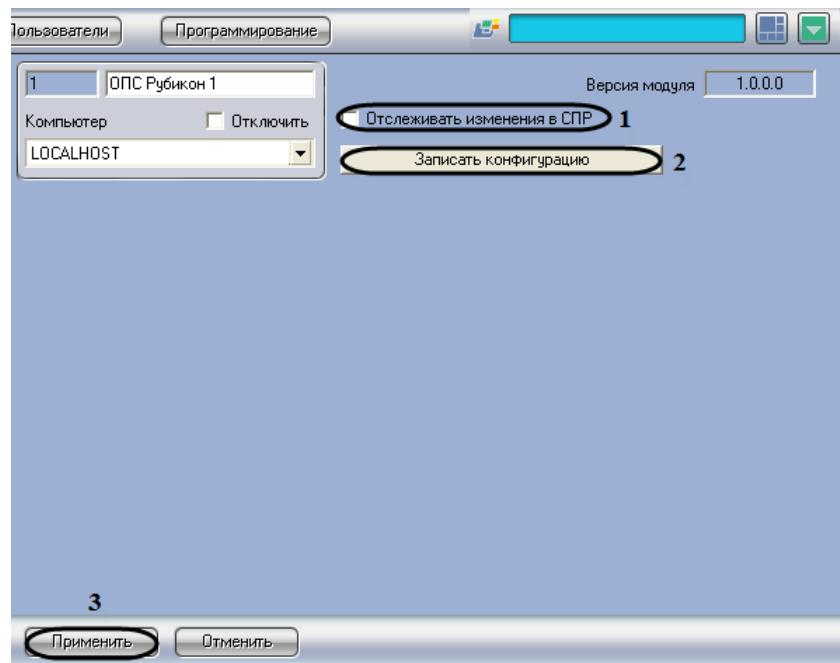

Рис. 3.10—1 Пересылка конфигурации во все устройства ОПС Рубикон
1. Перейти на панель настроек объекта **ОПС Рубикон** (Рис. 3.10—1).
2. Установить флажок **Отслеживать изменения в СПР** для автоматической отправки изменений пользователей, временных зон и уровней доступа в устройства *ОПС Рубикон* (см. Рис. 3.10—1, 2).
3. Нажать кнопку **Записать конфигурацию** для записи в устройства *ОПС Рубикон* конфигурации оборудования *ОПС Рубикон* в программном комплексе *Интеллект* (см. Рис. 3.10—1, 3).
4. Для сохранения изменений необходимо нажать кнопку **Применить** (см. Рис. 3.10—1, 4).